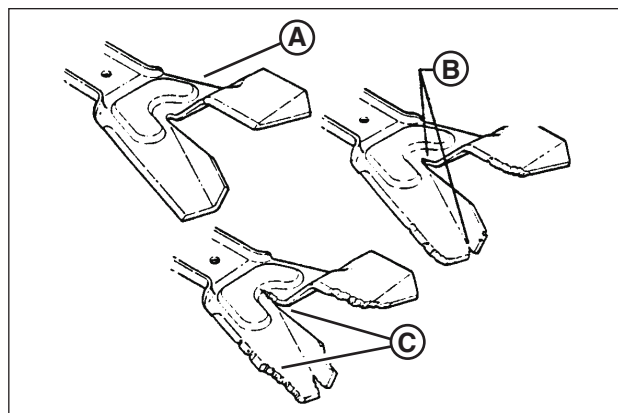

Figure 20: Limites d'usure de lame Ninja
1. Inspectez régulièrement la lame (**Figure 20**) pour détecter d'éventuels signes d'usure excessive ou des dommages :
- (A) Lame neuve
- (B) Limite d'usure (des encoches et des fissures apparaissent sur la pointe)
- (C) Conditions dangereuses! Ne pas utiliser sur la tondeuse! Remplacez par une lame neuve.